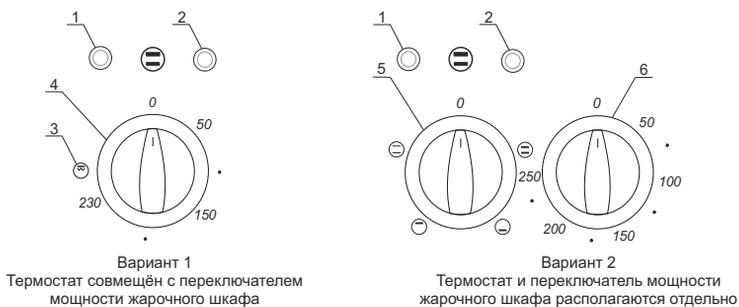

Рисунок 8 – Ручки управления нагревательными элементами жарочного шкафа
- Жарочный шкаф включают ручкой переключателя мощности (поз. 4, рис.8) ТОЛЬКО ПО ЧАСОВОЙ СТРЕЛКЕ до выбранного значения температуры от 50 до 230°C. Ручка НЕ ИМЕЕТ КРУГОВОГО ВРАЩЕНИЯ. Для ВЫКЛЮЧЕНИЯ жарочного шкафа поверните ручку ПРОТИВ ЧАСОВОЙ СТРЕЛКИ до цифры “0”.
- Включение ГРИЛЯ (при наличии) также производят ручкой переключателя мощности (поз.4, рис.8) ТОЛЬКО ПО ЧАСОВОЙ СТРЕЛКЕ до условного обозначения гриля (поз.3, рис.8). При включении гриля температура не регулируется, нагрев приготовляемого продукта происходит только с верхней стороны, горит только сигнальная лампа включения жарочного шкафа (поз.2, рис.8). Для выключения гриля поверните ручку ПРОТИВ ЧАСОВОЙ СТРЕЛКИ до цифры “0”. Одновременное включение нагревателей жарочного шкафа и гриля невозможно.
- Ручкой переключателя жарочного шкафа (поз.5, рис.8) выберете требуемый режим.
- Ручкой термостата (поз.6, рис.8) ТОЛЬКО ПО ЧАСОВОЙ СТРЕЛКЕ выберете требуемые значения температуры от 50 до 250°C. Ручка НЕ ИМЕЕТ КРУГОВОГО ВРАЩЕНИЯ. Для ВЫКЛЮЧЕНИЯ термостата поверните ручку ПРОТИВ ЧАСОВОЙ СТРЕЛКИ до цифры “0”.
При повороте ручки переключателя жарочного шкафа (поз.4, 5, рис.8) загорается сигнальная лампа (поз.2, рис.8). При включении термостата загорается сигнальная лампа включения термостата (поз.1, рис.8). Когда температура в жарочном шкафу достигает заданного значения, нагреватели отключаются и сигнальная лампа включения термостата гаснет.